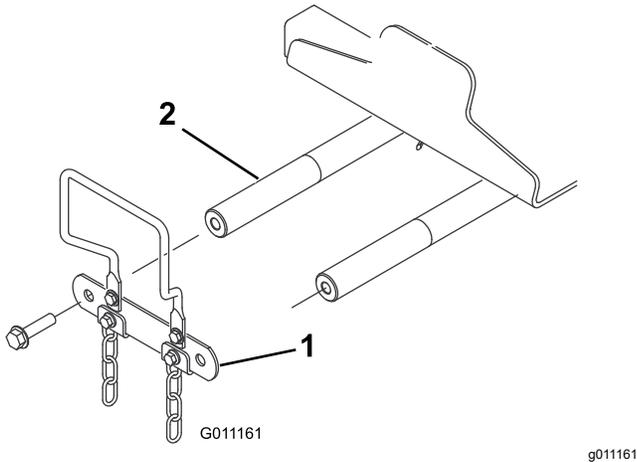

Figura 10
4. En la parte delantera de la máquina, retire los 2 tornillos con arandela prensada (1/2" x 2") que sujetan la pletina de unión a los ejes de giro de los brazos de elevación, y retire la pletina (Figura 10).